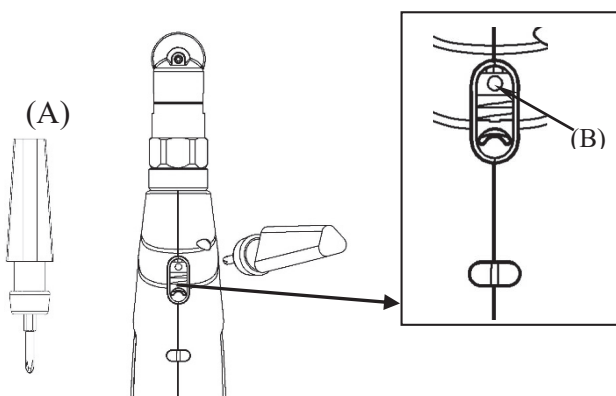

Figure 3
2. Utilisez l'insert de tournevis fourni (A) dans le trou circulaire (B). (voir figure 3).